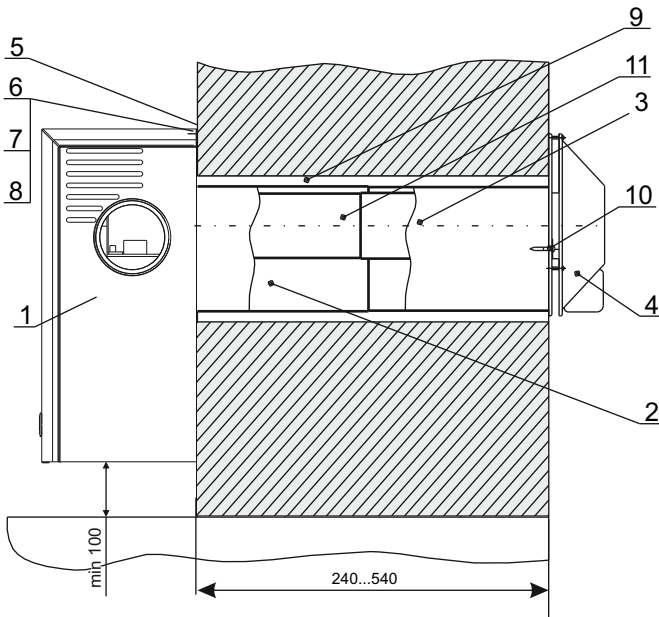

Рис. 2. Установка конвектора
6.3.1. В наружной стене здания согласно рис.2 пробить горизонтальный канал диаметром 230 мм для моделей 2-6 кВт и диаметром 270 мм для моделей 8-10 кВт. С целью обеспечения возможности обслуживания дымовоздушного блока в процессе эксплуатации конвектора, рекомендуется разместить канал в непосредственной близости от окна, но с учетом действующих ограничений (см. табл. 3). При этом необходимо учитывать, что для обеспечения установки и снятия конвектора, а также для снятия и установки газогорелочного устройства перед фронтом конвектора на расстоянии **не менее 580 мм от стены и на расстоянии не менее 750 мм от оси канала** в направлении автоматики безопасности не должно быть никаких строительных элементов или стационарно установленного оборудования.
6.3.2. Установить патрубок воздуховода 2 (рис. 2) на оси канала горизонтально так, чтобы торец выступал над внутренней плоскостью стены на 25 мм и зафиксировать патрубок деревянными клиньями, во избежание его деформации.
6.3.3. Установить газоход наружный 4 (рис.2) заподлицо с внешней плоскостью стены горизонтально по оси канала, совместив при этом вставку 3 и воздуховод 2. (разрывы в соединениях не допускаются), и зафиксировать деревянными клиньями.
6.3.6. Зафиксировать на стене шпильки крепления конвектора (рис.2).
6.3.8. Установить конвектор проушинами 5 (рис.2) на шпильки крепления 6 (рис.2), соединив при этом патрубок дымохода с фиксированным патрубком газохода наружного. Патрубок воздуховода 2 (рис.2) разместить в кольцевом пазе конвектора на прокладку (базальтовый шнур). **Выставить вертикально конвектор и закрепить его гайками п.6, обеспечивая при этом плотный и герметичный прижим конвектора к воздуховоду.** Установить прижимы и закрепить ими воздуховод в пазе конвектора.